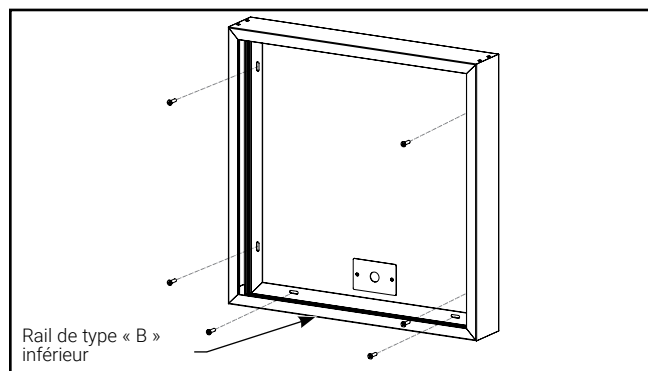

Figure 11.
Note: Il est recommandé d'installer le boîtier de sorte que la boîte de jonction du conducteur d'alimentation soit située à l'une des extrémités du boîtier. Cela assurera qu'il y a suffisamment d'espace à l'intérieur du boîtier pour l'excédent de conduit métallique flexible. (Figure 11.)
- B3. Fixez le boîtier au mur à l'aide de la quincaillerie appropriée (non fournie) afin de fixer les deux rails de type « A » et le rail de type « B » inférieur à la surface. Assurez-vous que le boîtier reste droit pendant l'installation. L'espace entre les fentes de montage est de 16 po entraxe. (Figure 11.)